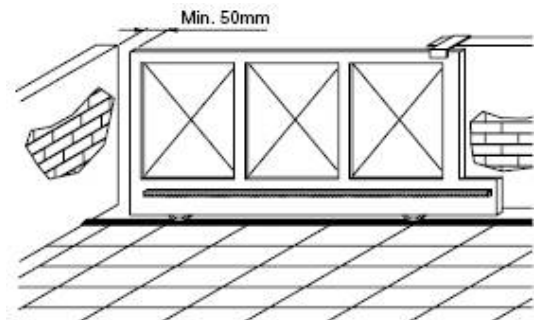

рис.13
- Лапки должны останавливать створку до того, как последняя достигнет механического упора (ловушки). В целях безопасности оставьте расстояние около 50 мм между створкой и стопором (ловушкой), в соответствии с существующими нормами, или используйте пневмопрофиль мин 50 мм толщины (рис.13).